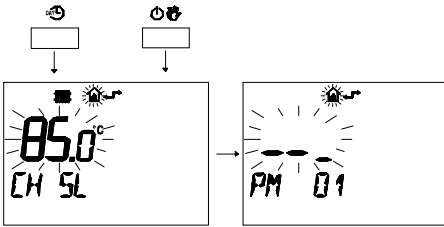

fig. 5.43
- 2 Premere contemporaneamente i pulsanti e per entrare nella programmazione trasparente (fig. 5.43)